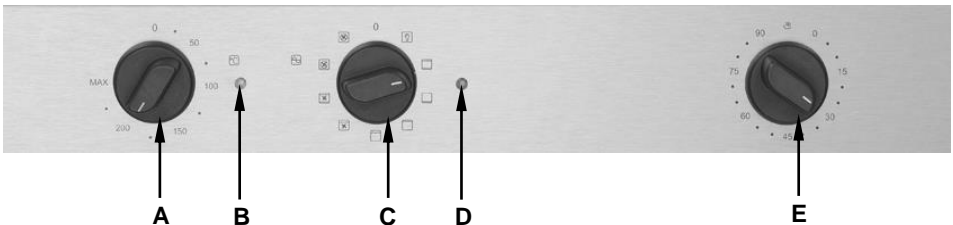

Рис. 4
- Включить прибор с помощью поворотного регулятора функции (С, рис. 4), поворачивая его по часовой стрелке в необходимое положение. Учесть рекомендации, указанные в п. 5.2.4 „Настройки“ / **Функции**.
- Включится внутренняя подсветка и загорится сигнальная лампа работы (D).